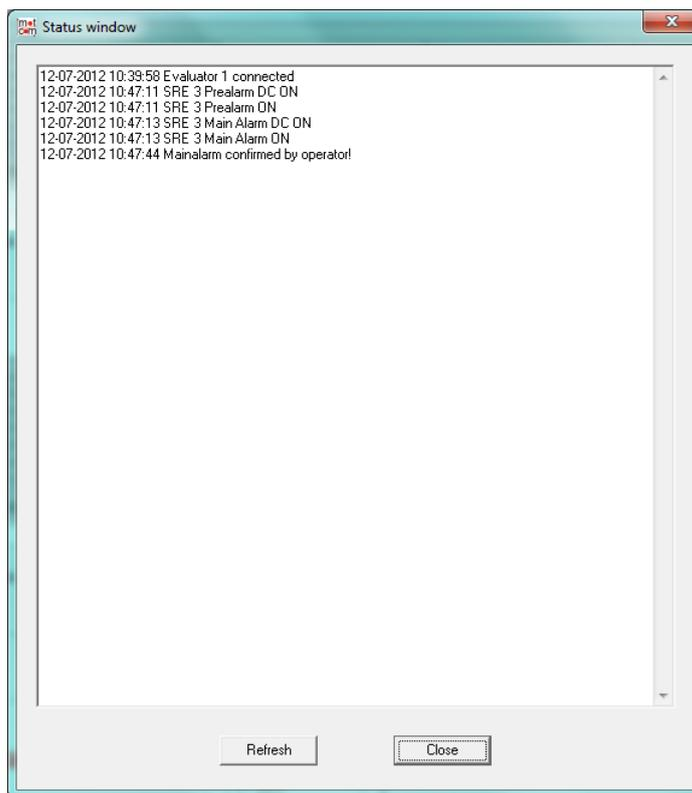

图 8.2. 事件窗口/状态窗口中显示的消息示例
- 如果建立了连接，这将通过事件窗口中的“已连接”消息进行确认（下页图8.2）。
Data_Logger中显示的错误消息是不言自明的，比如与评估器的通信问题，如下图8.2所示。